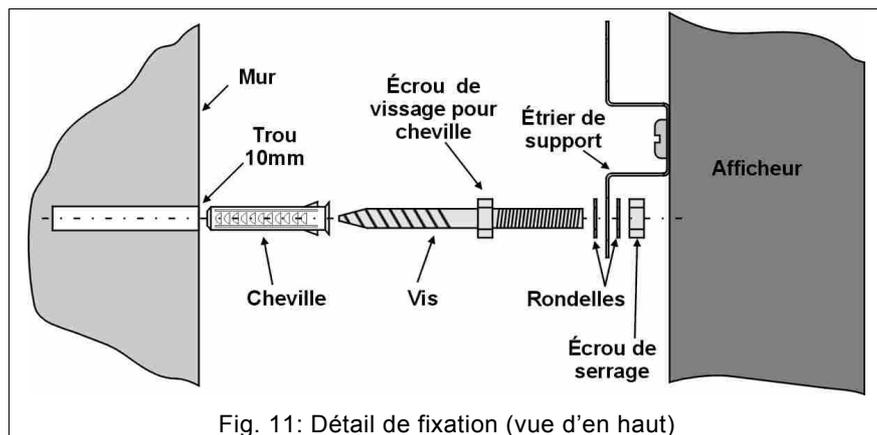

Fig. 11: Détail de fixation (vue d'en haut)
- Introduisez la cheville dans chacun des trous et vissez la vis en agissant sur l'écrou au moyen d'une clé de 13 mm (Fig. 11); ensuite, introduisez la rondelle.